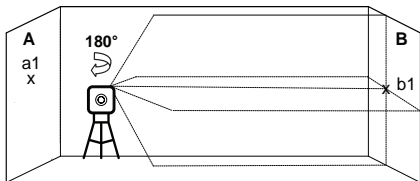

Figura 2
- 5) Rotiți nivela laser la  $180^\circ$  către peretele **B** și marcați pe perete centrul liniilor încrucișate cu **b1** (vezi Figura 2).